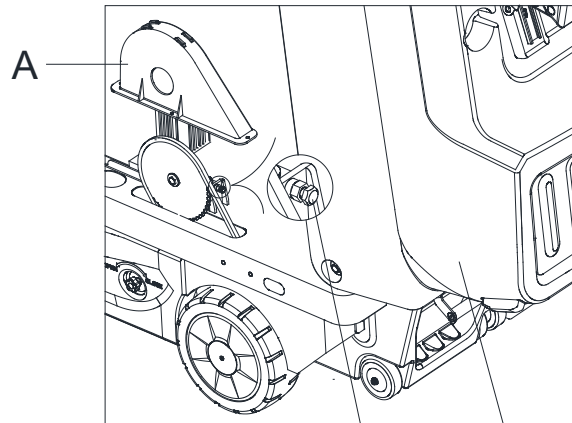

Figure 37
6. Ouvrir le couvercle (C, figure 37).
7. Retirer le couvercle de protection de la chaîne (A, figure 37).
8. Régler la vis de réglage de la chaîne (B, figure 37) pour s'assurer que la chaîne a la tension appropriée.